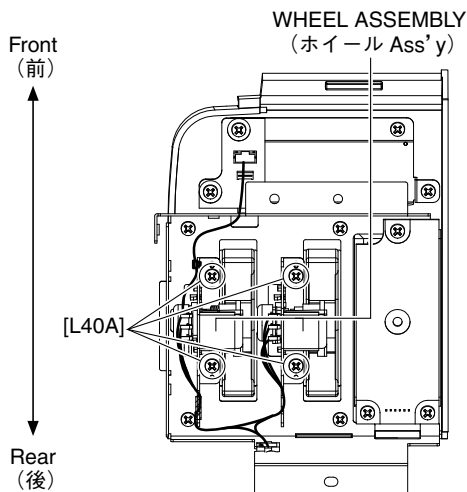

Fig. 12 (図 12)
- 17-4. Remove the four (4) screws marked [L40A]. The wheel assembly can then be removed. (Fig. 12)
- 17-4. [L40A] のネジ 4 本を外して、ホイール Ass'y を外します。(図 12)